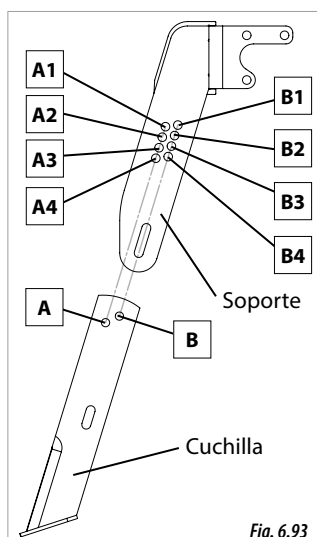
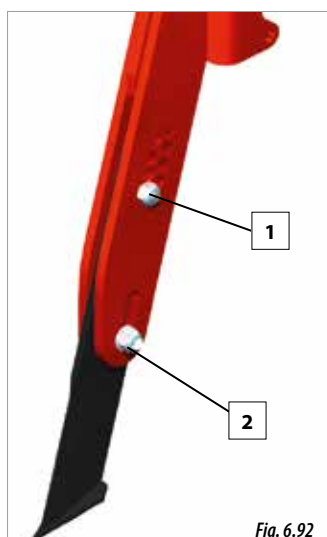

Fig. 6.93
Fig. 6.92
- 1- Retirez l'écrou et la vis de positionnement (1, Fig. 6.92).
- 2- Desserrez l'écrou et la vis de fixation (2, Fig. 6.92).
- 3- Placez le coutre à la hauteur voulue, ajustez la hauteur pour faire coïncider un alvéole (A ou B, Fig. 6.93) avec l'autre.
La vis de fixation (1, Fig. 6.93) doit se trouver sur la même lettre pour le coutre et pour le support. Les positions **A et B NE SONT PAS INTERCHANGEABLES**. Consultez le tableau suivant ainsi que la figure 6.93 pour ajuster la profondeur du coutre, en fonction de la vis de position (1, Fig. 6.92).